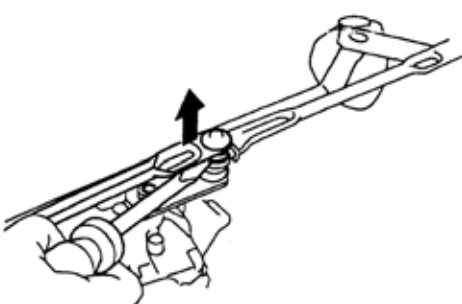
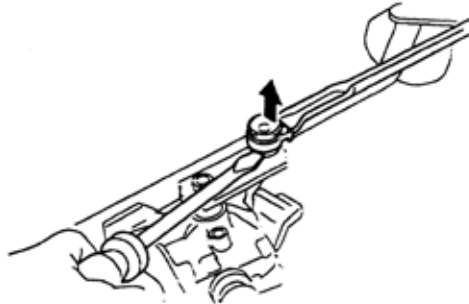

图 9-142
图 9-143
(1)用螺丝刀松开挡风玻璃刮水器电机总成曲轴臂转轴上的 2 个销子，如图 9-142、图 9-143 所示。注意：使用前把螺丝刀的头部包裹起来。